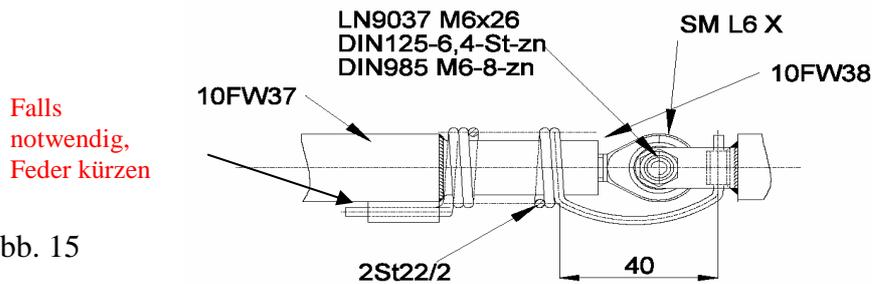

Abb. 15
9. Gelenkkopf zwischen der hinteren Betätigungsstange 10FW37 und der „Bedienhebel-Betätigungsstange Cockpit hinten“ 10FW38 siehe Abb. 15 bis zum Anschlag in die Betätigungsstange 10FW37 eindrehen und anschließend wieder eine halbe Umdrehung herausdrehen.
11. Feder einbauen und die Betätigungsstangen wieder miteinander verbinden. (siehe Abbildung 15)